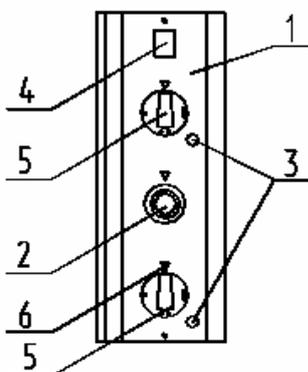

Рисунок 7 - Панель управления духовым шкафом
управления духовым шкафом (4) рисунок 7. Конвекция обеспечивает равномерное
5.4.1 Установите ручки переключателей мощности верхних и нижних нагревателей духового шкафа (5) рисунок 7 в положение «3» (при этом должна загореться арматура светосигнальная (3) рисунок 7).
5.4.4 Отключайте по мере необходимости верхние или нижние ТЭНы ручками переключателей мощности на панели управления (5) рисунок 7.
6.4.1 Снимите панель управления духовым шкафом (1) рисунок 7.